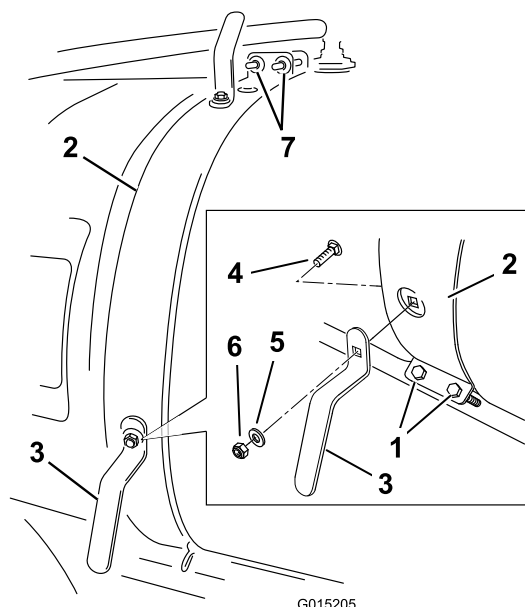

Figura 3
1. Allentate la fascetta frontale del serbatoio sul lato destro (Figura 3).
2. Montate il gancio inferiore del flessibile come illustrato nella Figura 3 utilizzando un bullone a testa tonda (5/16 x 3/4 pollice), una rondella (3/8 pollice) e un dado di bloccaggio (5/16 pollice).
3. Montate il gancio superiore del flessibile come illustrato nella Figura 3 utilizzando un bullone a testa tonda (5/16 x 3/4 pollice), una rondella (3/8 pollice) e un dado di bloccaggio (5/16 pollice).